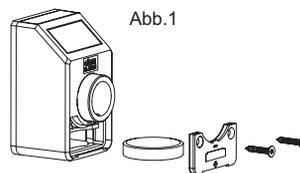

Abb.1
- Die interne Batterie hat eine Lebensdauer bis zu 2.5 Jahren. Wenn die Batterie ausgewechselt werden muss, erscheint auf dem Display ein entsprechendes Symbol. Die Batterie lässt sich durch Abnehmen der vorderen Abdeckkappe (Abb. 1) leicht auswechseln, ohne dass der Anzeiger von der Antriebswelle entfernt werden muss und ohne dass dabei die Konfigurationsparameter verloren gehen.